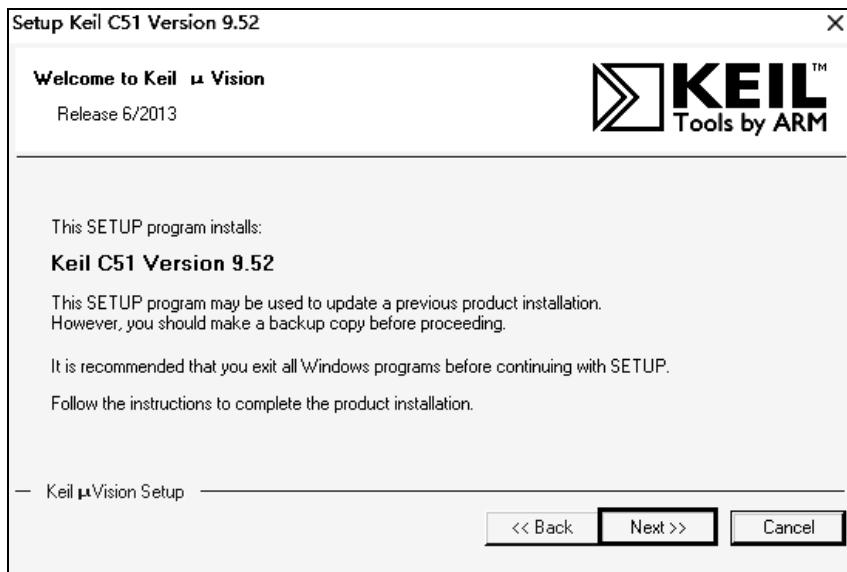

图 1-13 Keil C51 安装 1
(1) 双击运行本书配套资料包“01.开发工具”文件夹中的 c51v952.exe 程序，在打开的如图 1-13 所示的对话框中，单击“Next”按钮。